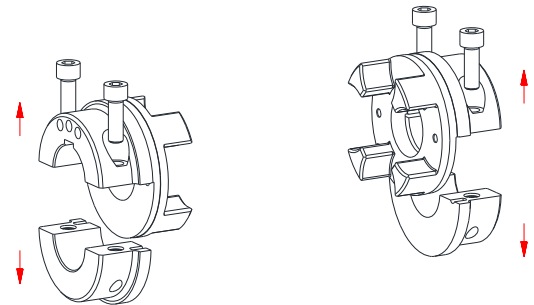

Fig. 11 : Démontage des demi-coquilles
- Désolidariser les demi-coquilles des moyeux (voir fig. 11).